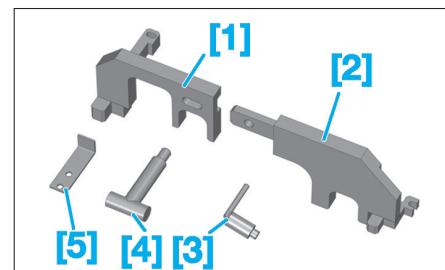

Fig. 3
- [1]. Outil d'immobilisation et calage arbre à cames admission (réf : 0197-A3) (Fig.3),